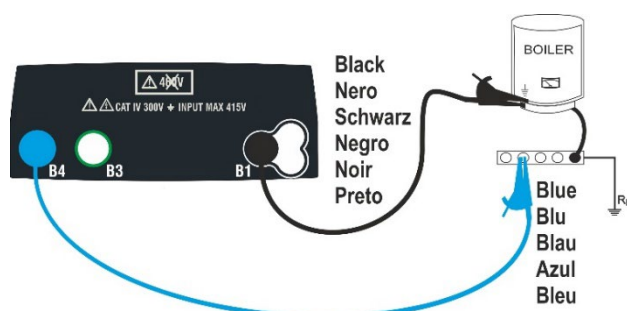
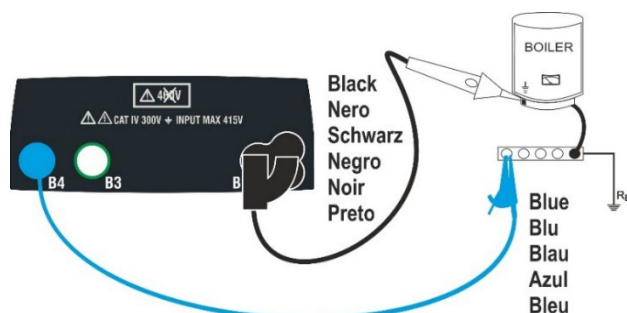

Fig. 8: Kontinuitetstest med hjälp av testledningar
Fig. 9 Kontinuitetstest med hjälp av fjärrbetjäningsprob
6. Anslut testledningarna till den ledare som skall testas som visas i Fig. 8 och Fig. 9